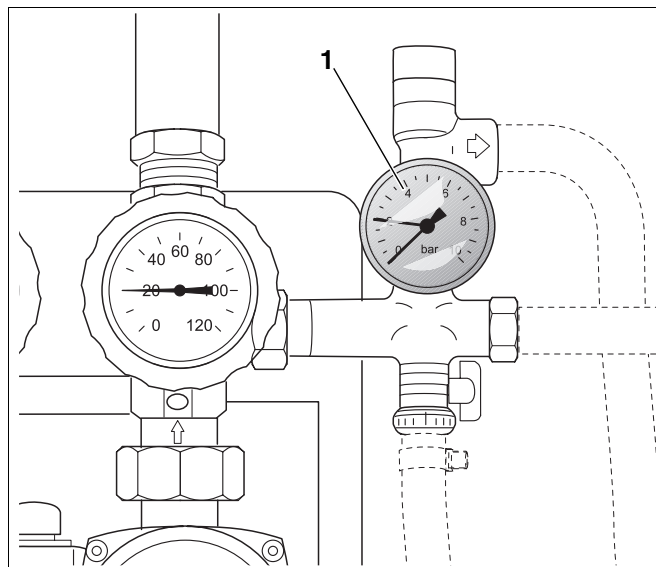

Fig. 16 Grupo de segurança com manómetro
- ▶ Controle a indicação do manómetro no grupo de segurança durante as comutações (ponteiro preto, Fig. 16, **Item 1**).
Se o ponteiro preto do manómetro (Fig. 16, **Item 1**) indicar oscilações de pressão ao ligar e desligar a bomba de circulação, nesse caso o sistema não está isento de ar e deve ser novamente purgado.